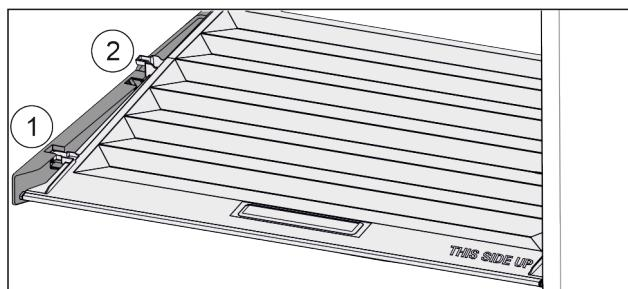

Fig. 124
- Trekk dekselet til åpningen i holdedelene fremover Fig. 124 (1).
- Løft ut nede bak og ta opp og ut Fig. 124 (2).